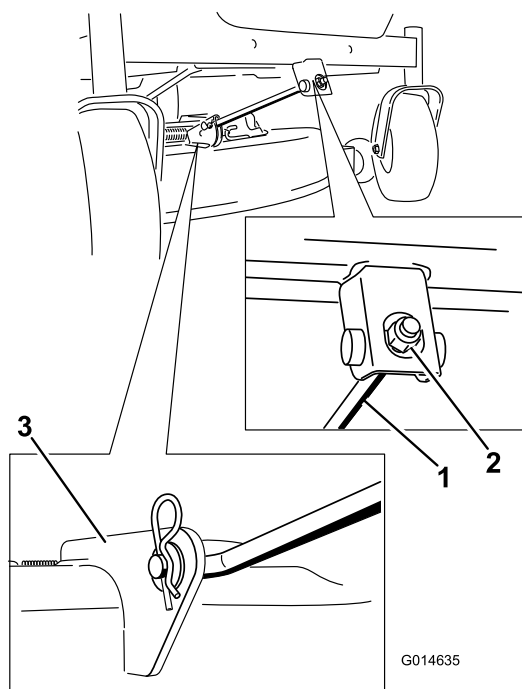

Figura 56
4. Retire el pasador de horquilla de la varilla de soporte delantera y retire la varilla del soporte de la carcasa (Figura 56). Baje cuidadosamente la parte delantera de la carcasa del cortacésped al suelo.
6. Conecte la varilla de soporte delantera a la carcasa del cortacésped con el pasador y la chaveta (Figura 56).